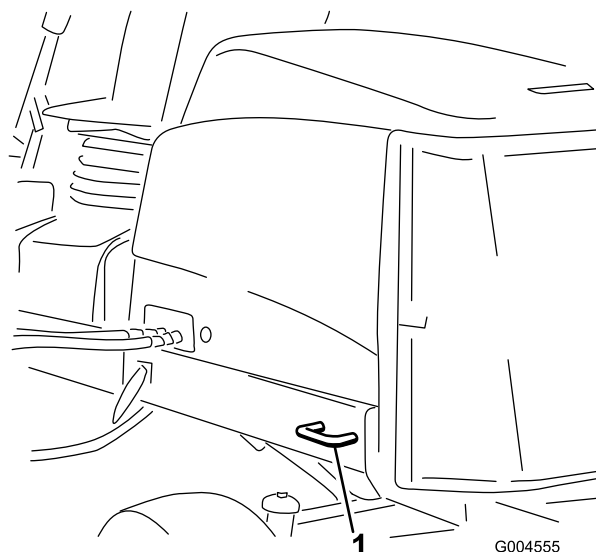

Bild 45
- Hinten: Jede Maschinenseite am hinteren Rahmen (Bild 45).